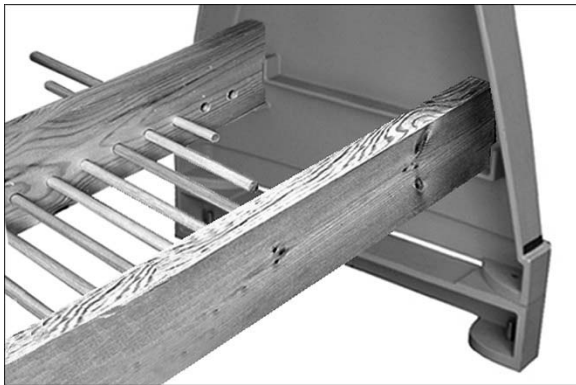

Figura 6-10
Estante de estilo 3: (Figura 6-10).
6. Inserte las espigas por los agujeros en el tablero de 2x6, según se muestra en la Figura 6-10.